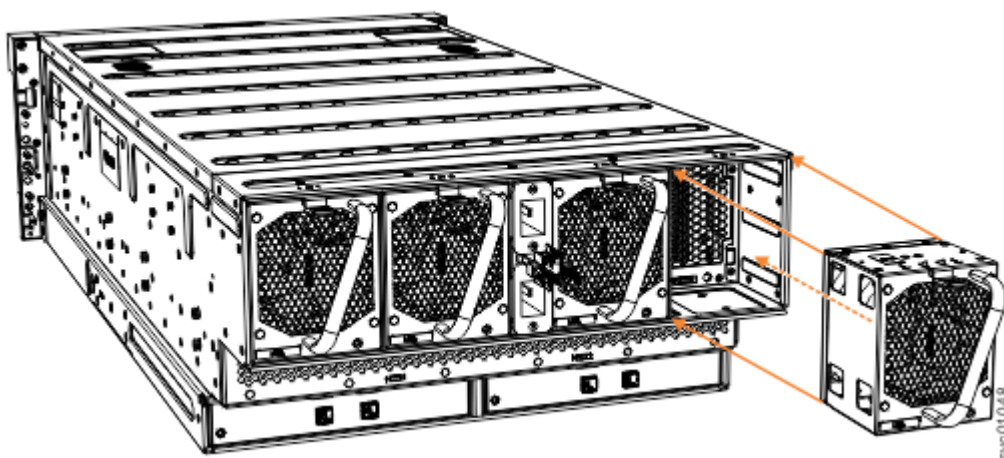

Figura 102. Substitua o módulo de ventilador
2. Insira com cuidado o módulo do ventilador no chassi até que ele encaixe no lugar, conforme mostrado em Figura 102 na página 87.